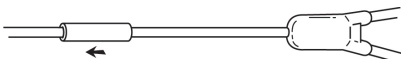

Fig. 8
8. Faire glisser la gaine sur le point de jonction. (Fig. 8)